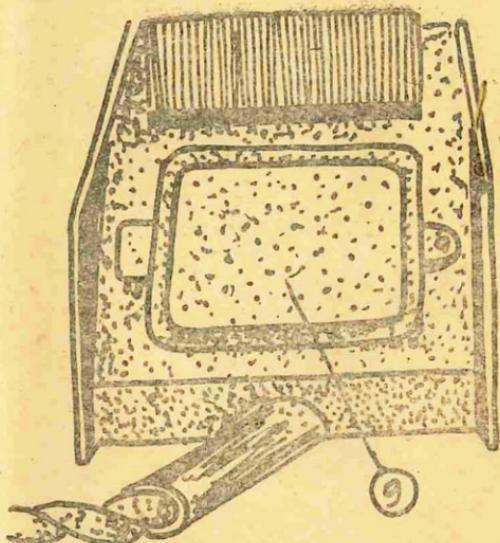
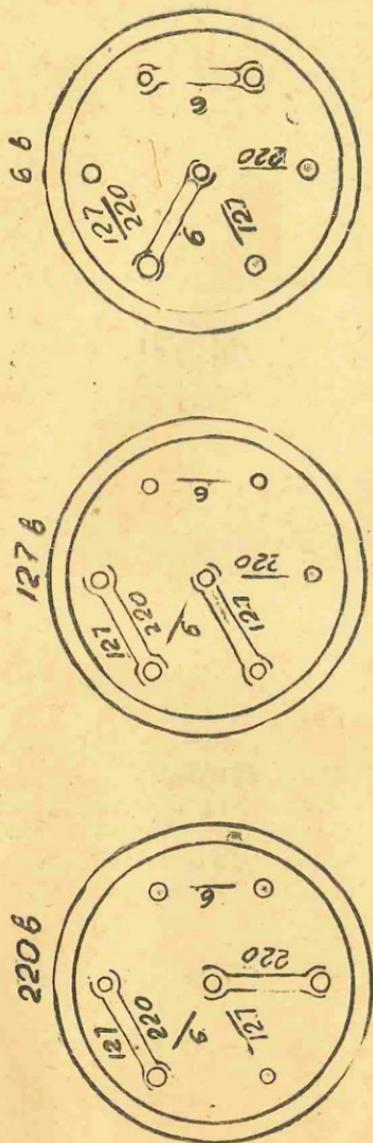

Рис. 6
Рис. 7.
4. Основание аппарата (5), в котором вмонтирован понижающий трансформатор с переключением напряжения 220, 127 и 6 вольт.
Снизу аппарат закрывается дном с четырьмя пуговицами. Переключение напряжения осуществляется перемычками, вставляемыми в гнезда, находящиеся под крышкой (9) (рис. 6), согласно схеме, изображенной на рис. 7.
3. В зависимости от наличия источника питания установить на щитке (9) (рис. 6) переключатель (перемычку) на соответствующее напряжение (220, 127 или 6 вольт) согласно схеме (рис. 7). Для этого надо снять крышку (9) (рис. 6), отвернуть винт, прижимающий справа лапку крышки. При перестановке перемычек фильмоскоп должен быть отключен от сети.
Во избежание порчи трансформатора и перегорания лампочки в случае изменения напряжения питания необходимо снять крышку и перевести перемычки на колодке, согласно измененного напряжения источника питания (см. рис. 7).